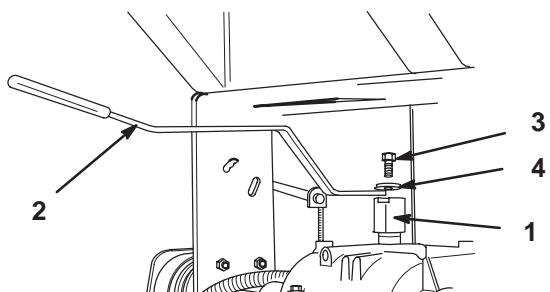

Bild 2
1. Richten Sie den Befestigungsblock mit den flachen Seiten der Welle an der Oberseite des Getriebes aus und schieben Sie ihn auf die Welle (Bild 2).
- Entfernen Sie bei einem falschen Abstand den Hebel und biegen ihn etwas, um ihn zu justieren (Bild 2).